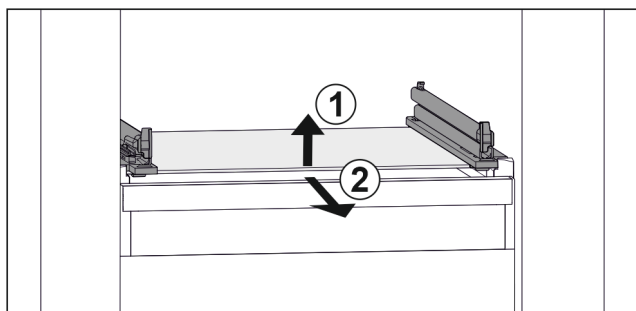

Fig. 50 Примерное отображение стеклнной пластины
- ▶ Приподнимите стеклнную пластину спереди. Fig. 50 (1)
- ▶ Извлеките стеклнную пластину движением вперед. Fig. 50 (2)